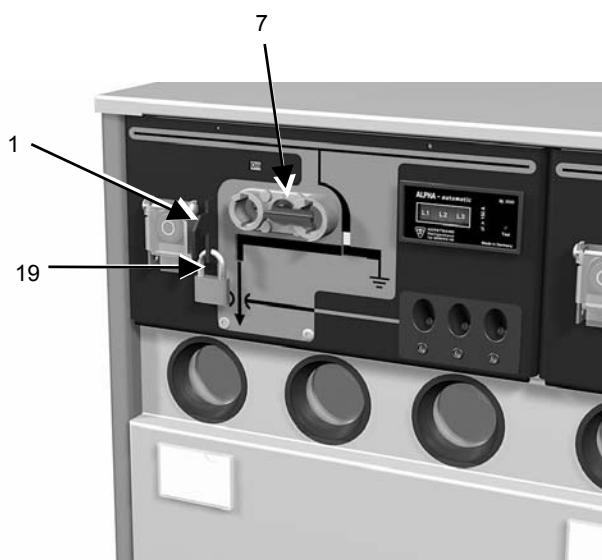

Рисунок 4-8: Навесной замок на блокираторе положения заземления
8. Поверните ручку селектора (7) против часовой стрелки.
9. Выньте рукоятку (1), чтобы освободить отверстие для навесного замка (см. Рисунок 4-8).